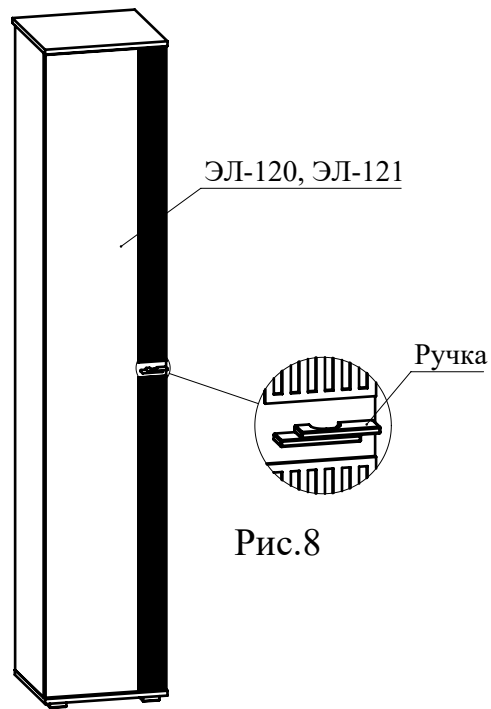

Рис.8
9. Закрепите ручку на двери (ЭЛ-120 или ЭЛ-121) при помощи винтов М4x20 (Рис. 8).